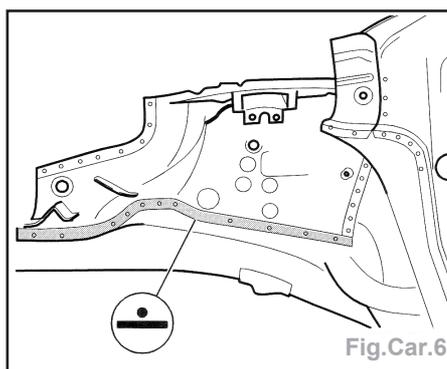

Fig.Car.6
- Souder le passage de roue par soudure ponctuelle (Fig.Car.6).